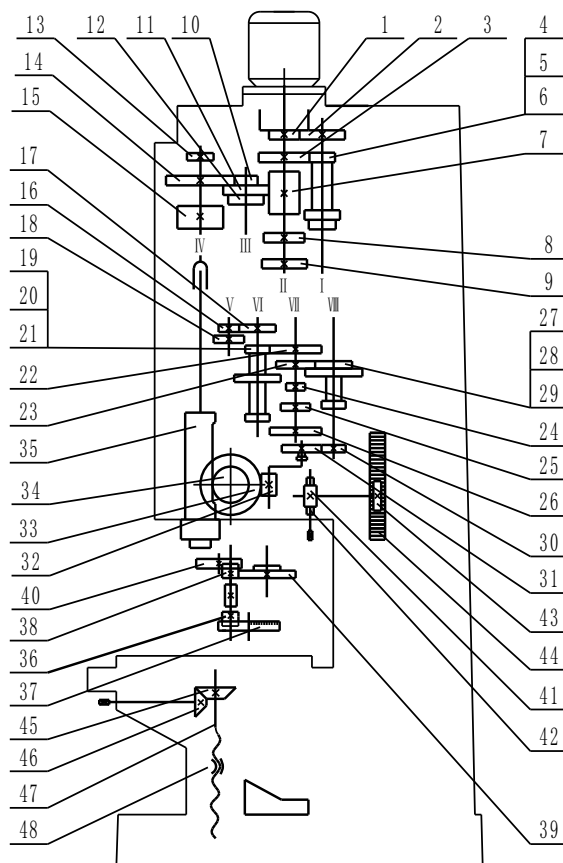

Рисунок 4-1 Схема кинематической системы
4. Кинематическая система станка (рисунок 4-1).
1. Вращение главного шпинделя (рисунок 4-1)
(См. Рисунок 4-1)